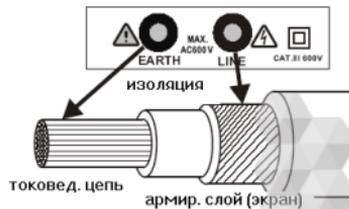

рис. 5
2. Подключить измерительные провода AL-24: чёрный и красный к прибору (входные гнезда **Earth/Земля** и **Line/Фаза** соответственно – рис.5). При необходимости воспользуйтесь для подключения проводов зажимами - «крокодил».